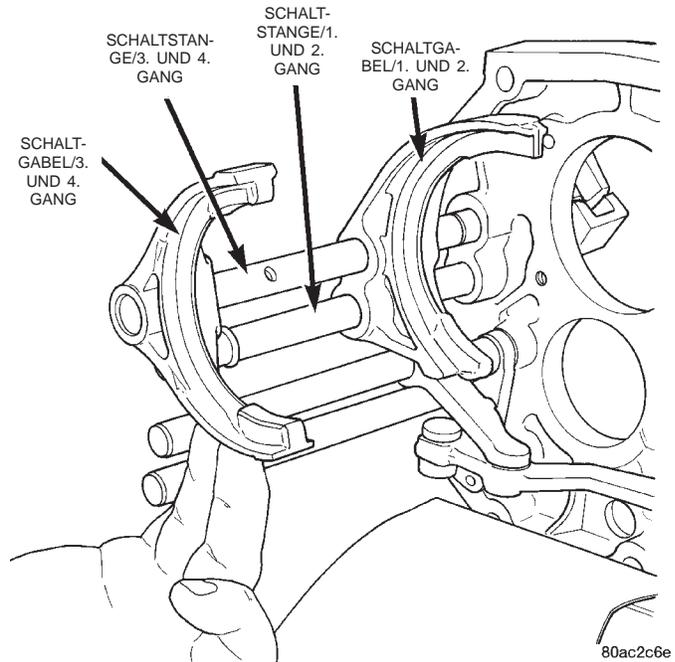
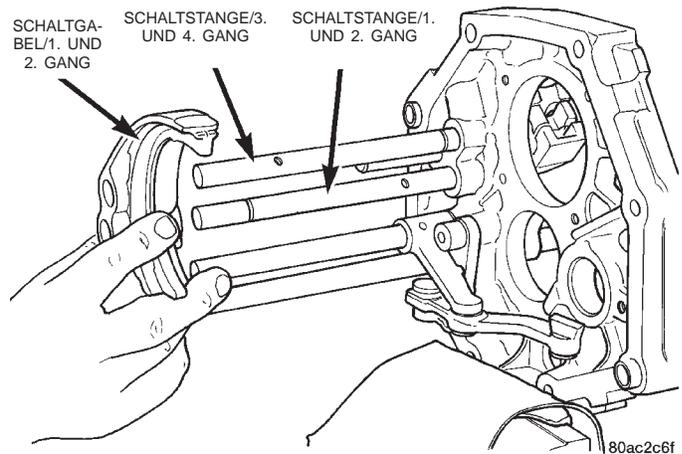

Abb. 64 Schaltgabel/3. und 4. Gang ausbauen
Abb. 65 Schaltgabel/1. und 2. Gang ausbauen
(18) Die Schaltgabel für den dritten und vierten Gang von der Schaltstange für den dritten und vierten Gang abbauen (Abb. 64).
(19) Den Sicherungsring am Ende der Schaltstange für den ersten und zweiten Gang ausbauen, damit die Schaltgabel für den ersten und zweiten Gang ausgebaut werden kann.
(20) Die Schaltgabel für den ersten und zweiten Gang von den Schaltstangen für den ersten und zweiten bzw. dritten und vierten Gang abbauen (Abb. 65).